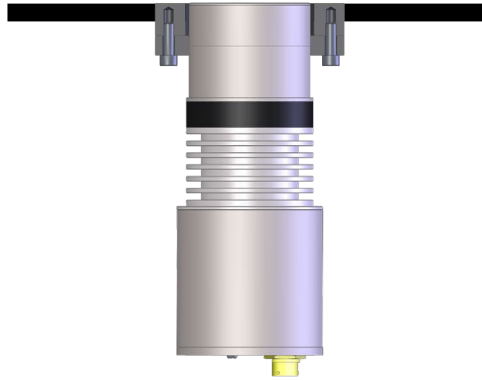

Figura 24: Sensore montato a filo
5. Verificare che il sensore sia a filo con la parete interna del punto d'installazione (Figura 24). Se il sensore non è a filo, modificare la posizione dell'anello di ritenuta.